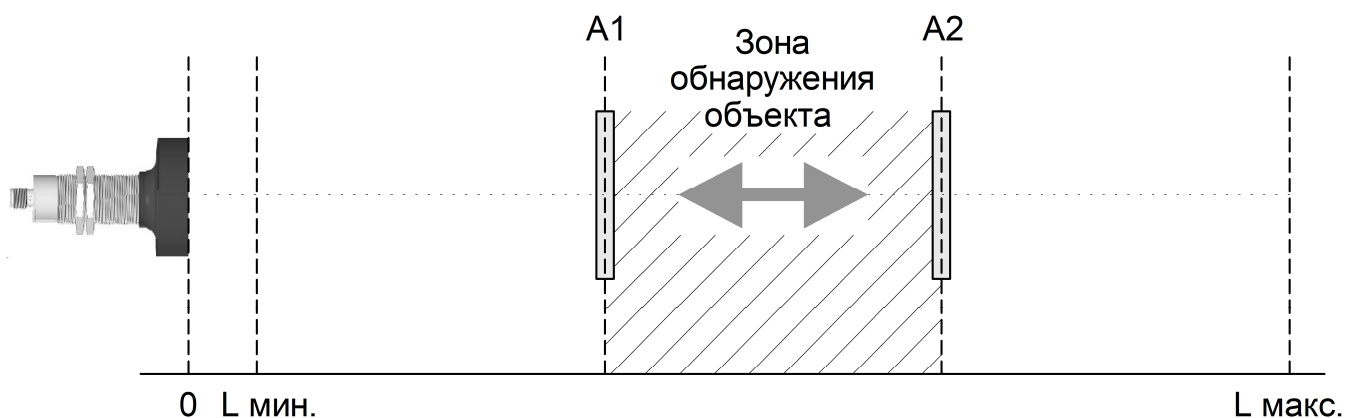

Рисунок 5 – Настройка режима «окна» Выход NO
предназначен для обнаружения объекта внутри «окна» (точки A1 и A2, см. рисунок 5). «Окно» должно быть в пределах рабочего расстояния срабатывания.
- Установите мишень на расстояние A1 (см.рисунок 5).
- Установите мишень на расстояние A2 (см.рисунок 5).